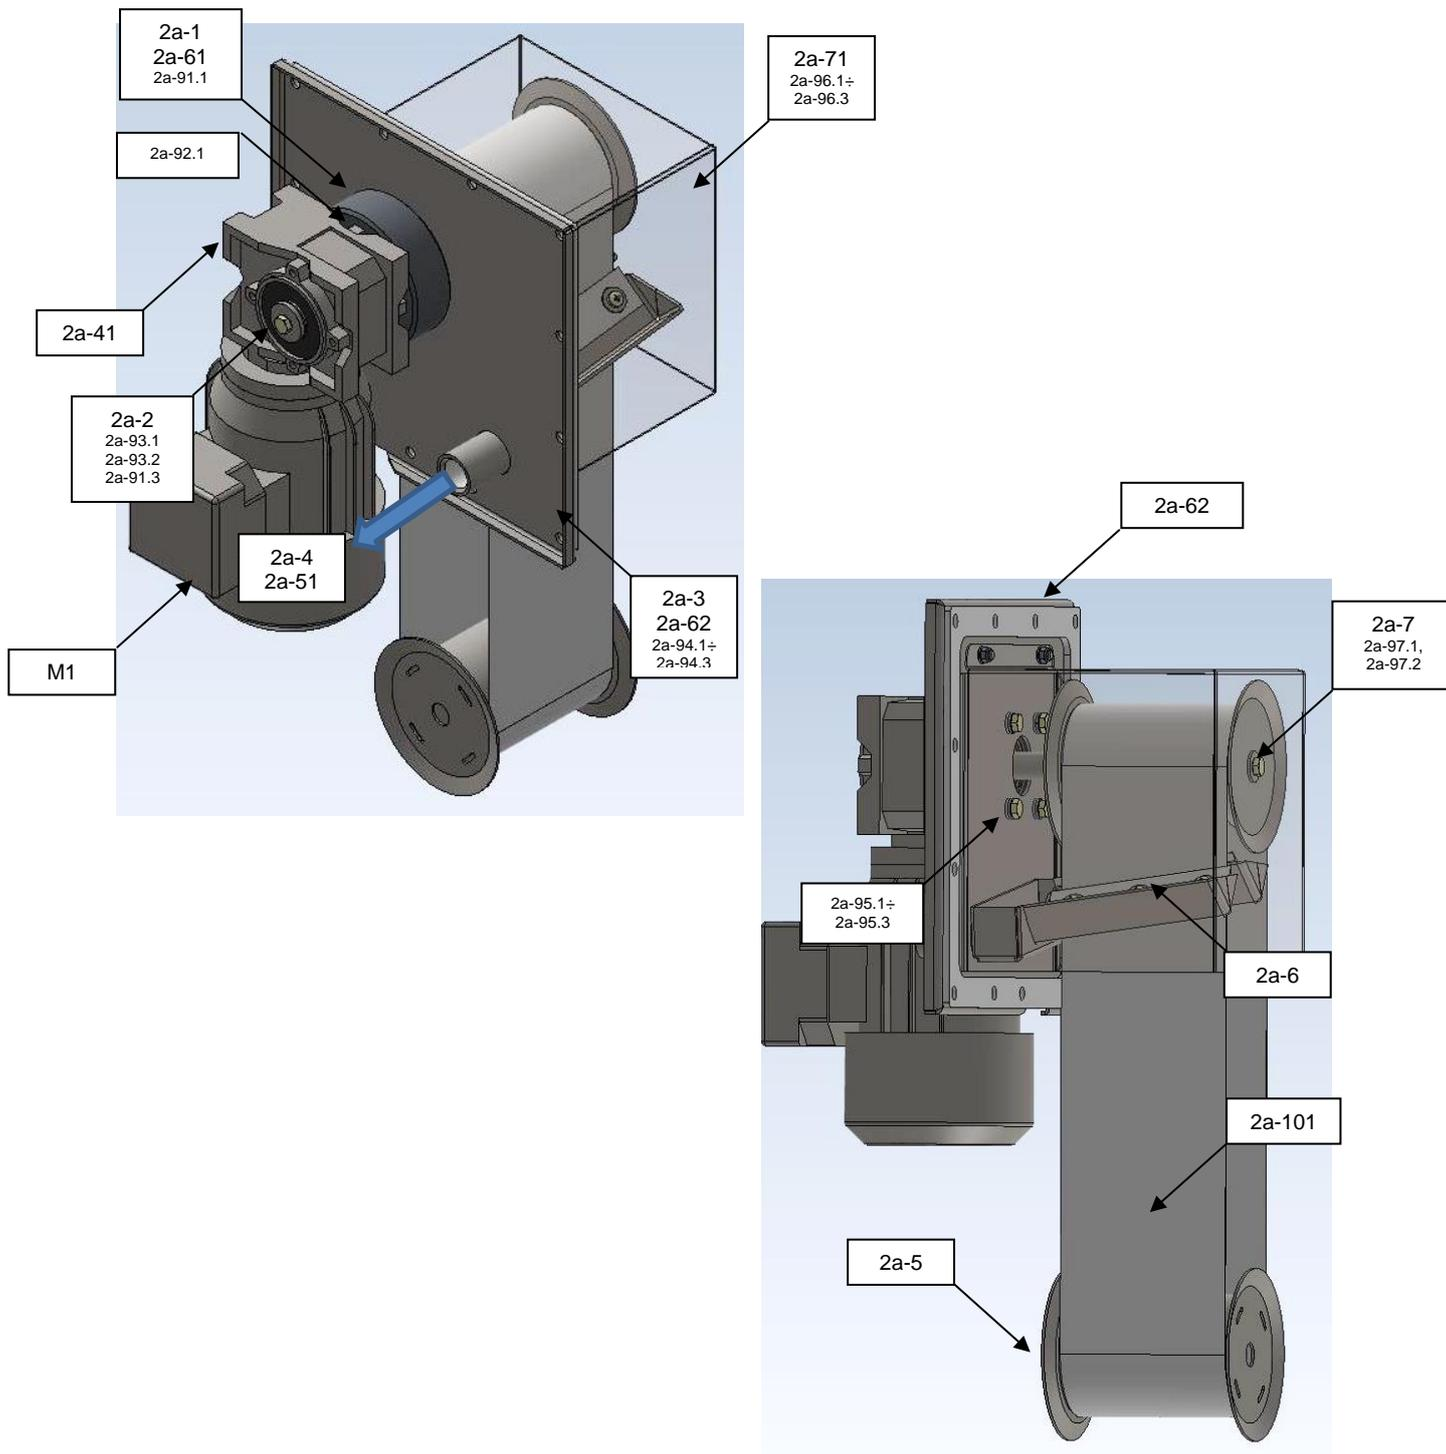

Imagen 2a. Vista de las piezas del colector de aceite (pos. 2a-1)
En el proceso de lavado de piezas con aceite residual, se forma una película de aceite flotante en la superficie del líquido. Esta se elimina mecánicamente mediante el dispositivo de recogida de aceite (ver la imagen 2a). El dispositivo consta de una cinta de recogida (pos. 2a-101) suspendida verticalmente sobre un rodillo de arrastre (pos. 2a-7) accionado por un motor eléctrico. En el extremo inferior de la cinta está suspendido un cilindro de peso (pos. 2a-5). Las pequeñas gotas de aceite se transporta en la cinta entre las escobillas (pos. 2a-6) y, tras su limpieza, fluyen a través de una canaleta hacia un tubo con un acoplador (pos. 2a-4), en el que se enrosca una válvula de salida de aceite (pos. 2a-51).